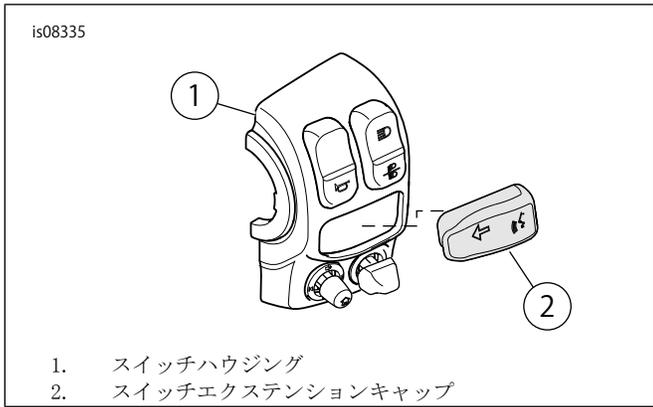

図2。スイッチエクステンションキャップの取り付け(左側を表記)
3. 「図2」を参照してください。エクステンションキャップ(2)を内側から取り付けます。次に、カチッと音がするまで外側を下に押しします。